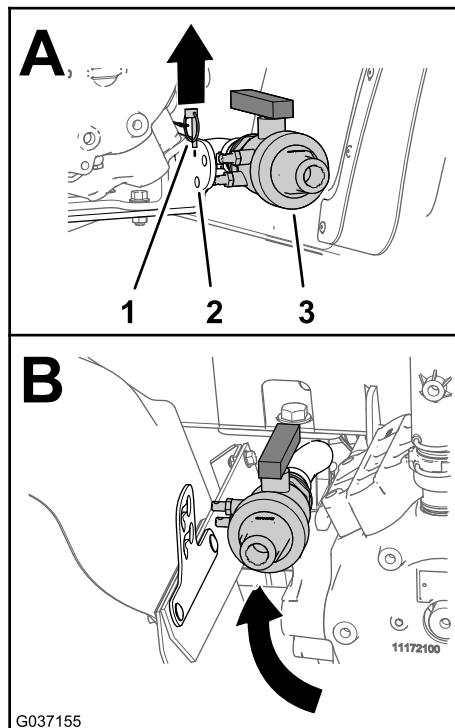

図 14
- ドレンバルブをポンプブラケットに固定しているコッターピンを抜き取る図 14。
2. ドレンバルブを、左後部フェンダとポンプとの間に移動する図 14。